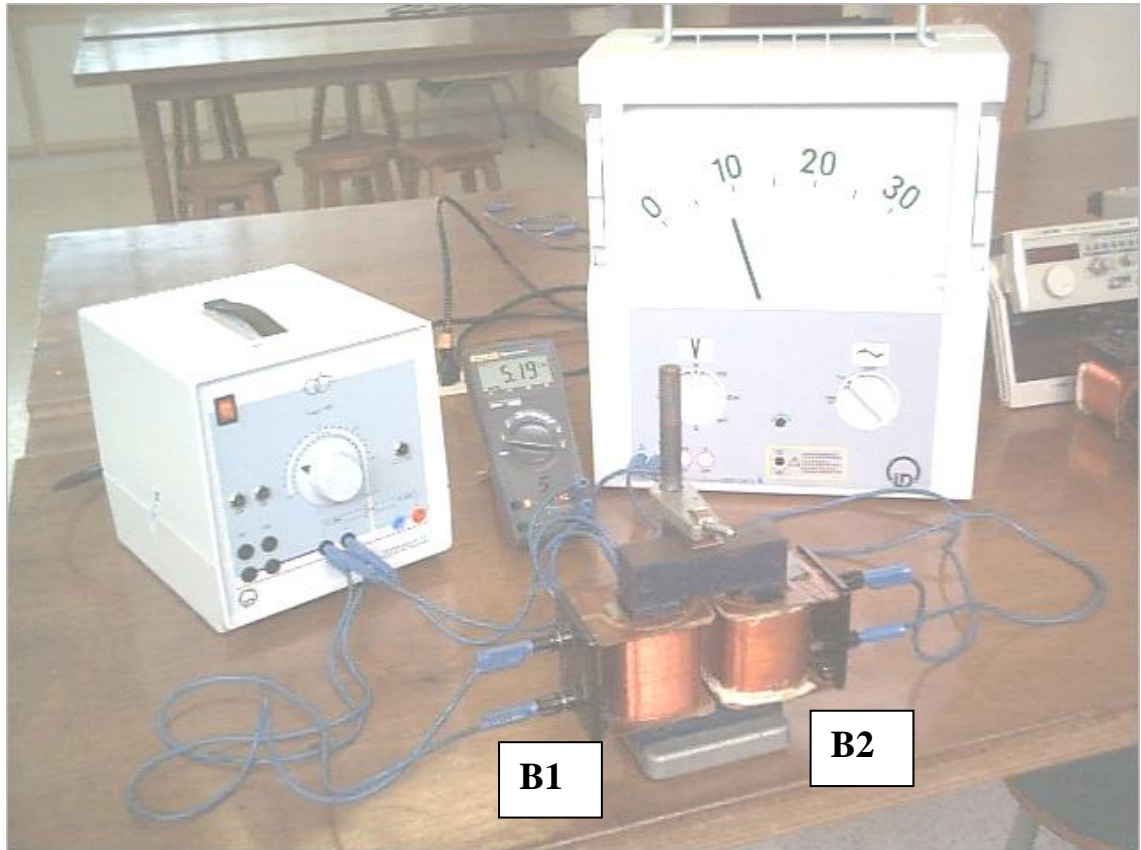

Figura 12.3 Esquema experimental para determinar el funcionamiento del transformador como reductor o elevador.
- c) Monte el circuito de la figura 12.3, empleando el montaje del núcleo laminado con yugo y soporte. Conecte la fuente de voltaje en los terminales para AC (corriente alterna) Cerciórese de que quede bien ajustado. Para el primer montaje considere B1 de 300 vueltas y B2 de 300 vueltas. Conecte el voltímetro Fluke a la bobina B1 para medir el voltaje AC, y el voltímetro Leybold a la bobina B2 para medir su respectivo voltaje AC. Realice sus medidas cada 2 V, por ejemplo, hasta llegar a 10 V, y realice una tabla de  $V_s$  (voltaje en el secundario) en función de  $V_p$  (voltaje en el primario).